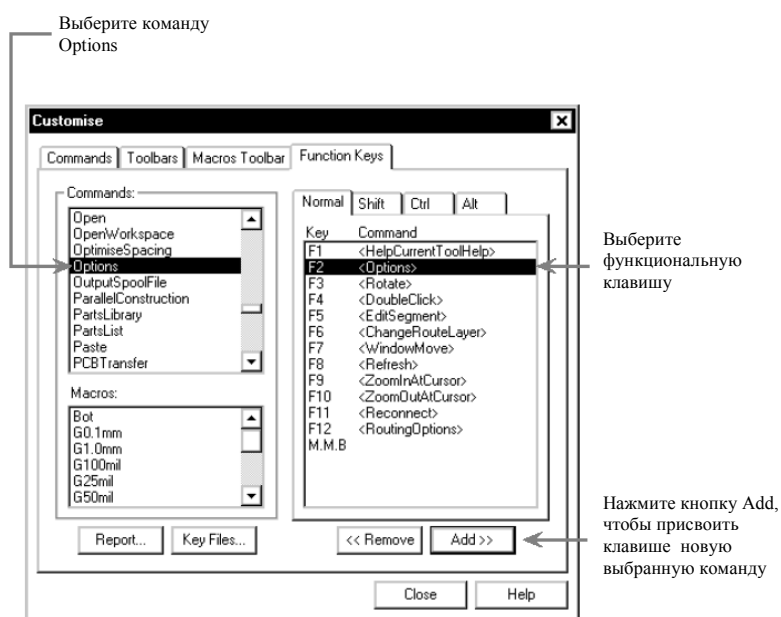

Рис. 13. Пользовательская настройка функциональных клавиш.
5. Нажмём кнопку Add (рис. 13).